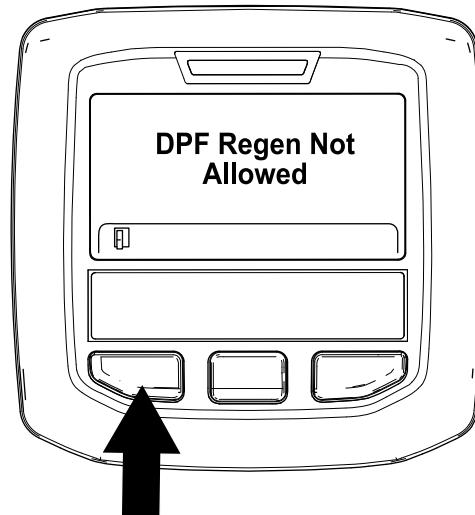

Рисунок 50
- Если компьютер двигателя не разрешил процесс регенерации, на дисплее инфо-центра появится сообщение «DPF Regen Not Allowed» («Регенерация фильтра DPF запрещена») (Рисунок 50). Нажмите левую кнопку, чтобы перейти на главную страницу.